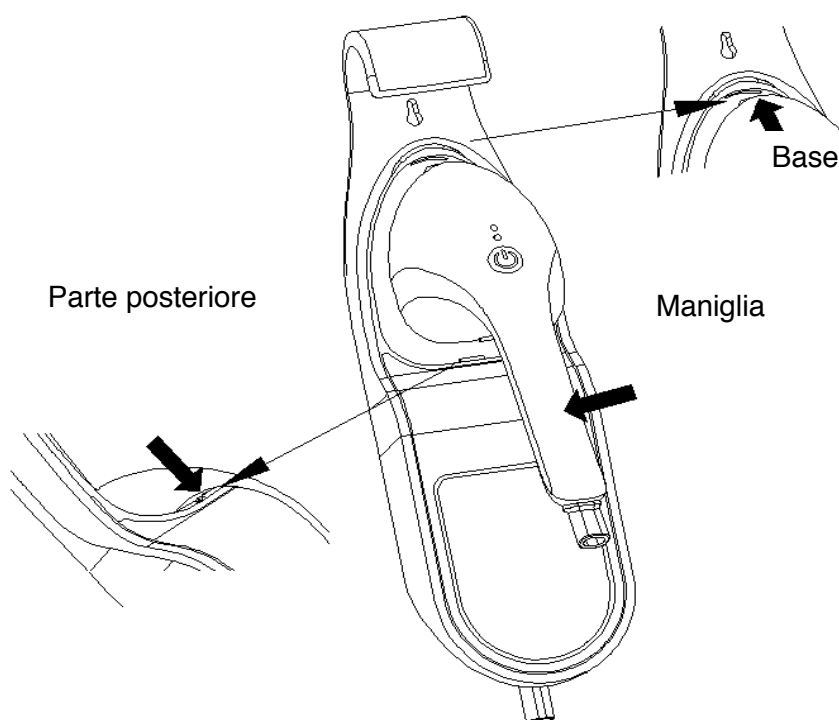

Figura 5
- 1 Posizionare il ferro da stiro alla base: La parte sporgente nella parte anteriore del ferro da stiro deve essere inserita nella fessura della base. Quindi premendo verticalmente il manico, premere il ferro da stiro nella base. In questo modo il ferro da stiro sarà completamente fissato dalla base e non cadrà involontariamente, (vedi figura 5)